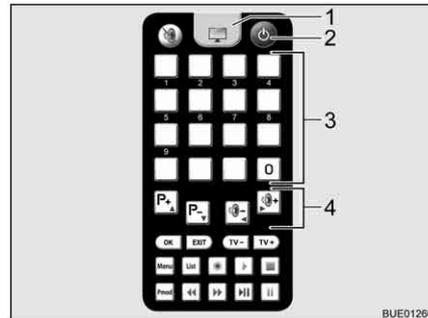

Fig. 27 Télécommande téléviseur
- Appuyer sur la touche "⏻" (Fig. 27,2) sur la télécommande du téléviseur. L'antenne passe dans le mode de recherche. Une tonalité continue retentit.
- Appuyer sur la touche de la télécommande du téléviseur (Fig. 27,1) pour passer sur réception sur le téléviseur. La tonalité disparaît. Une image apparaît à l'écran.
- Choisir la station désirée au moyen des touches de mémoire (Fig. 27,3) de la télécommande du téléviseur ou des touches de fonction (Fig. 27,4).